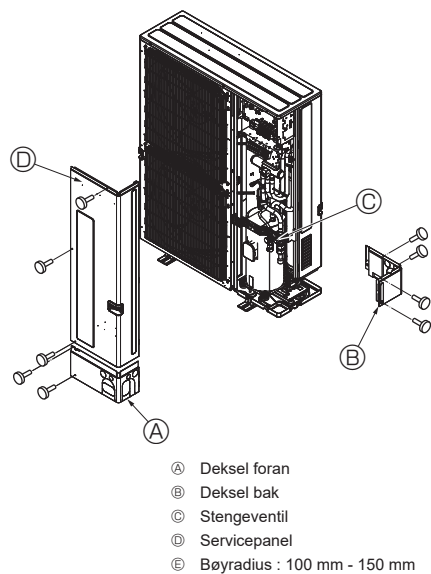

Fig. 4-4
4.3. Kjølemiddelrør (Fig. 4-4)